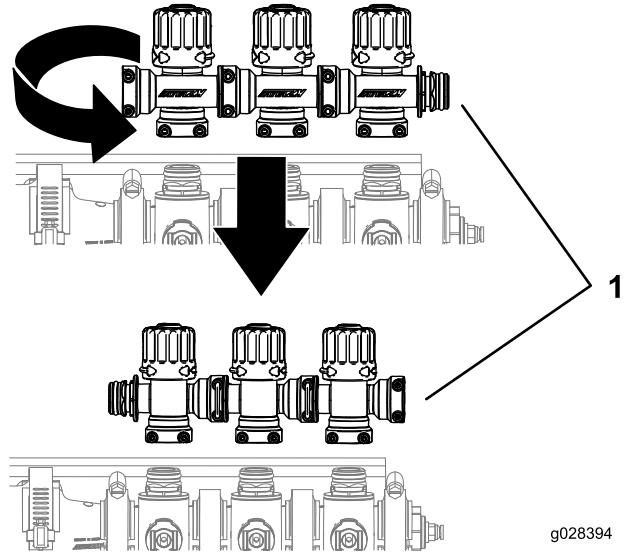

Bild 15
5. Drehen Sie die Baugruppe des Ausleger-Überstromventils um 180 Grad, wie in Bild 15 abgebildet.